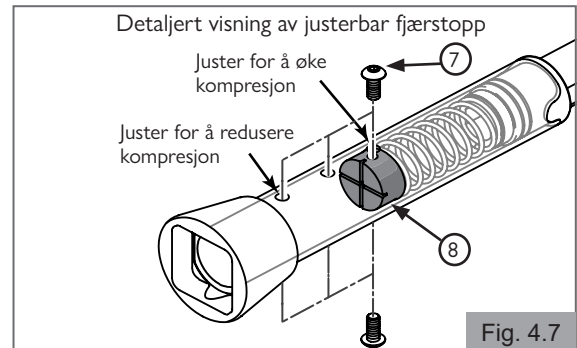

Fig. 4.7
For sammenleggbare rullestoler (Fig. 4.2 - Fig. 4.7)
- d. Stram alle seks festeordningene (9) med et dreiemoment på 7,8 Nm.
- a. Sørg for at drivaggregatet allerede er fjernet fra den sammenleggbare akselmonteringen (1).
- b. Ta tak i den sammenleggbare akselmonteringen (1) og trykk det store røret mot det mindre røret, til akseladaptermottakeren (1) er fri fra den sammenleggbare akseladapteren (3).
- c. Trekk den sammenleggbare akselmonteringen (1) mot baksiden av stolen.
5. Fjerne den sammenleggbare akseladapteren og festeordningen fra den sammenleggbare akselmonteringen (1):
- a. Fjern festeordningen (2).
- b. Fjern de sammenleggbare akseladapterne (3) og festeordningen (2) fra akselplatene (4).
6. Justere fjærkraften på den sammenleggbare akselen (Fig. 4.7):
- a. Fjern begge skruene (7) med en 3 mm unbrakonøkkel. Bruk en skrutrekker for å forhindre at fjærstoppen (8) faller ut.
- b. For å øke fjærkraften, flytt fjærstoppen (8) til en ny hullposisjon nærmere midten av monteringen. Bruk en skrutrekker til å stille fjærstoppen (8) på linje med festeordningen (7).
- c. Fest begge skruene (7) for å holde fjærestoppen (8) forsvarlig på plass.
- d. Fest den sammenleggbare akselmonteringen (1) på stolen for å sjekke fjærkraften. Juster etter behov.